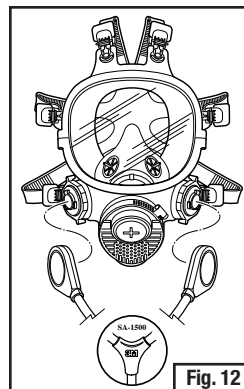

Fig. 12
4. Alinhe as duas partes da traquéia sobre os suportes de baioneta na peça facial. Para as traquéia de linha de ar 3M™ SA-1500 ou SA-1600, certifique-se de que o logotipo 3M na traquéia e na frente da peça facial estão ambos voltados para você. Para as traquéias duplas prolongadas 3M™ SA-2500 ou SA-2600, certifique-se de que o logotipo 3M na traquéia está voltado para a direção oposta ao logotipo 3M na frente da peça facial (Fig. 12).